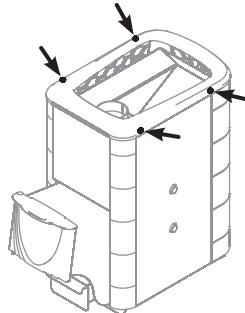

Рисунок 7. Демонтаж рамки конвектора печи «Тунгуска XXL 2013»
Для обеспечения надежного воздухообмена в парилке рекомендуется организовать приточно-вытяжную вентиляцию (см. рисунок 7).
- Снять рамку конвектора, открутив 4 самореза (рисунок 7)